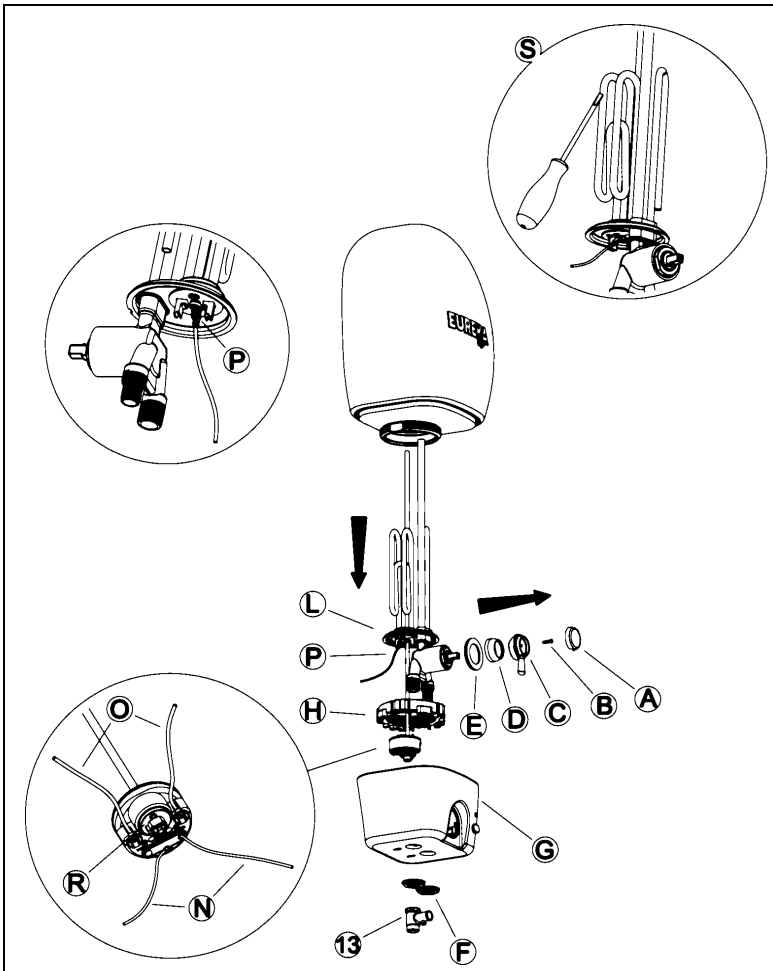

Рис.4
**Для того, чтобы получить доступ к элементам электрической схемы (электрический нагревательный элемент, термостат и контрольная индикаторная лампочка, см. рис.4).**
**Для того, чтобы получить доступ к нагревательному элементу, прикрепленному к фланцу (см. рис. 4)**
*Будьте внимательны: при сборке водонагревателя заново необходимо контролировать правильность расположения всех элементов в соответствии с исходным, указанным на рис.4.*
Термостат заранее отрегулирован в максимальном положении. Для понижения температуры нагрева следует осторожно повернуть по часовой стрелке винт R термостата, рис.4. На самом термостате нанесены обозначения регулировки с помощью знаков “+” и “-”.